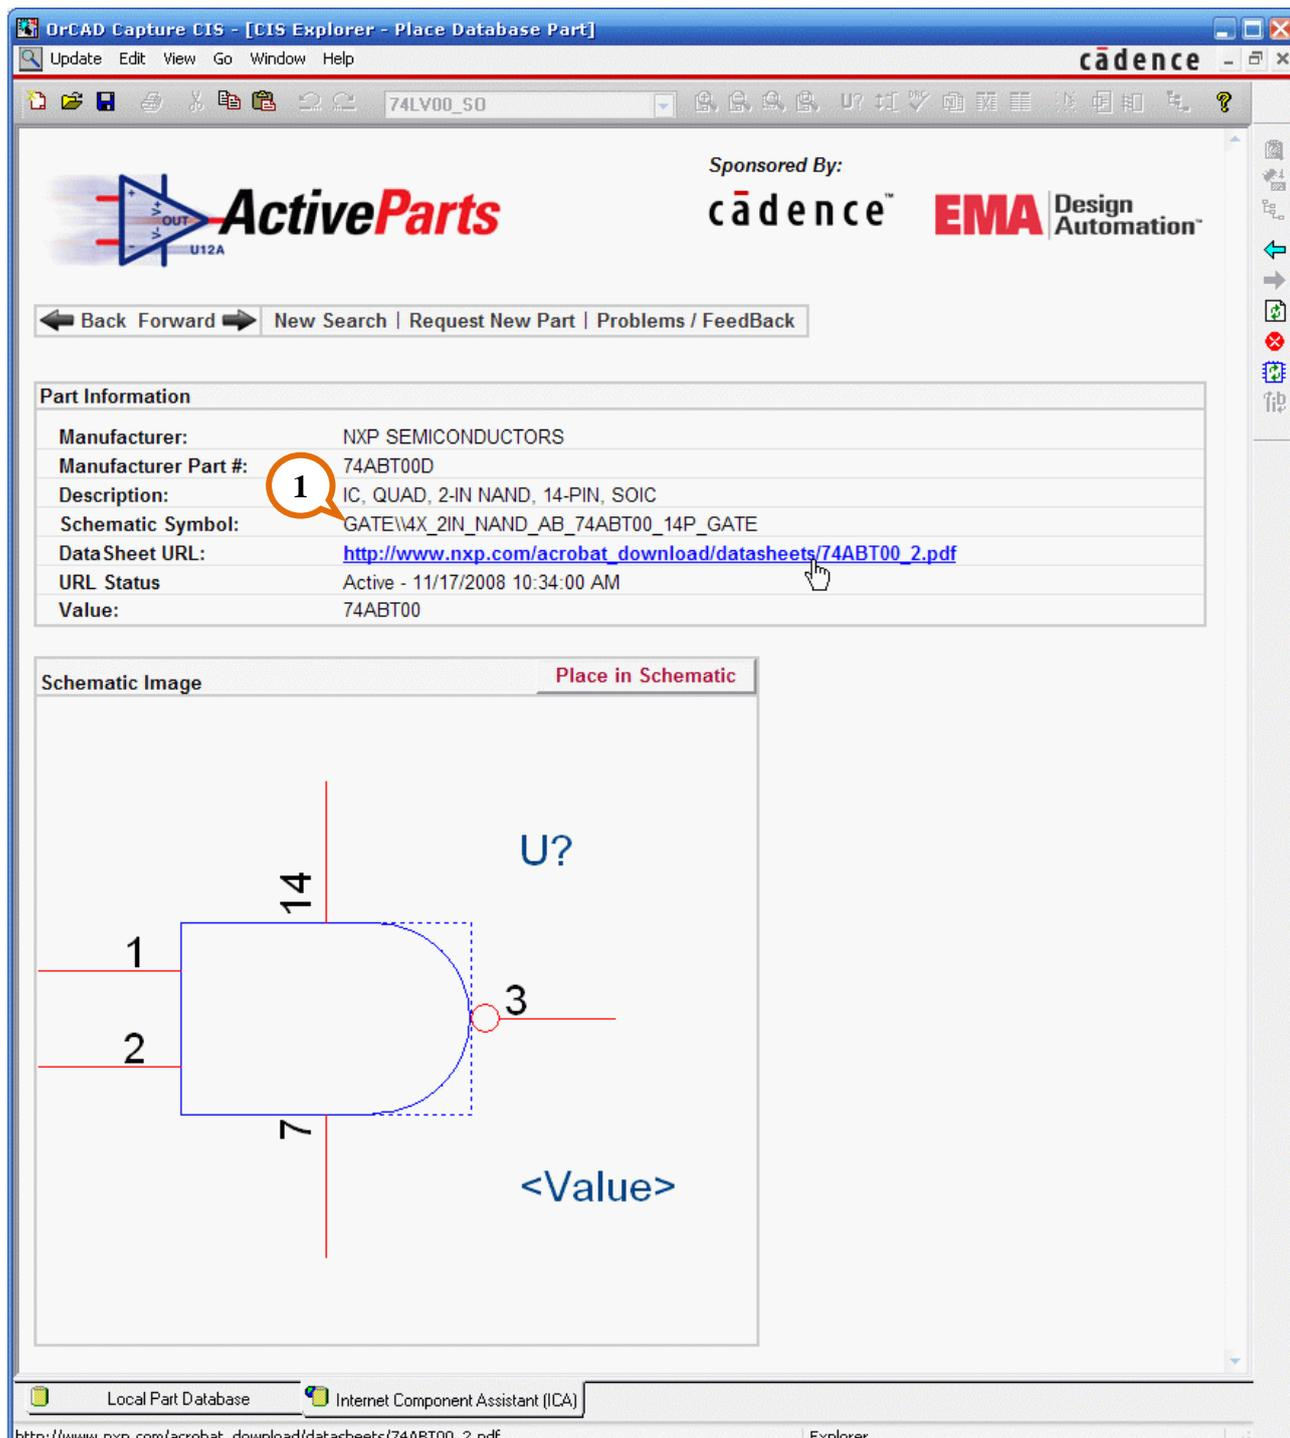

рис. 11-38
На этой странице (рис. 11-38) можно увидеть изображение элемента и получить дополнительную информацию. Щёлкните по ссылке на datasheet, чтобы открыть его в Internet Explorer.
Поле **Save Schematic Part** уведомляет, что требуемое изображение компонента в искомой библиотеке не найдено (2). Имя библиотеки и название символа показано на рис. 11-38, 1. Если флаг **Save the Schematic Part** установлен, то символ будет добавлен в библиотеку. Если такая библиотека отсутствует вовсе, она будет создана. Если же флаг сброшен, то символ будет сохранен лишь в Design Cache.